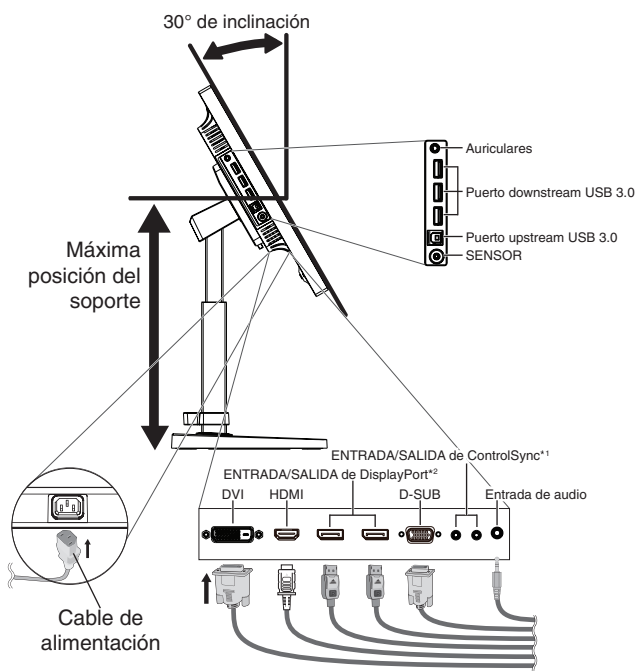
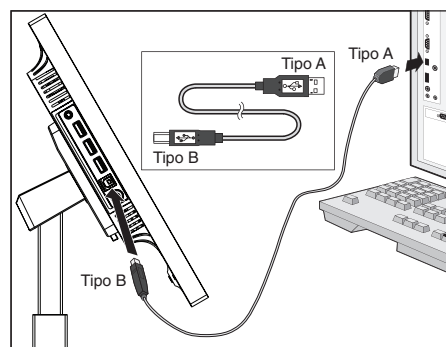

Figura C.1
Figura C.1a
4. Conecte todos los cables en los conectores correspondientes (**figura C.1**). Al utilizar el cable USB, conecte el conector del tipo B al puerto USB de upstream en la parte trasera derecha del monitor y el conector del tipo A al puerto de downstream del ordenador (**figura C.1a**). Si está utilizando el cable de un dispositivo USB, conéctelo al puerto downstream del monitor.
5. Cuando se usa un sensor opcional, conecte el cable del micro enchufe estéreo al SENSOR (**figura C.1**).